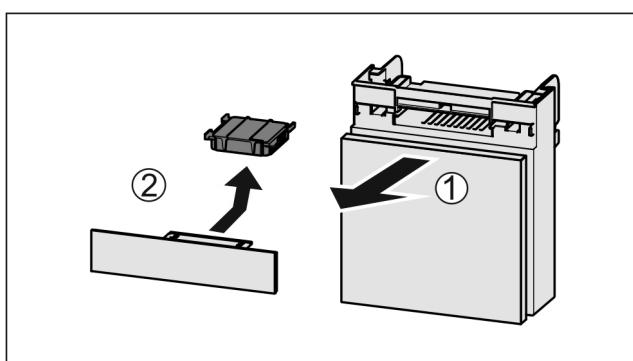

Fig. 144
- Издърпайте Fig. 144 (1) напред отделението.
- Извадете Fig. 144 (2) филтъра с активен въглен.